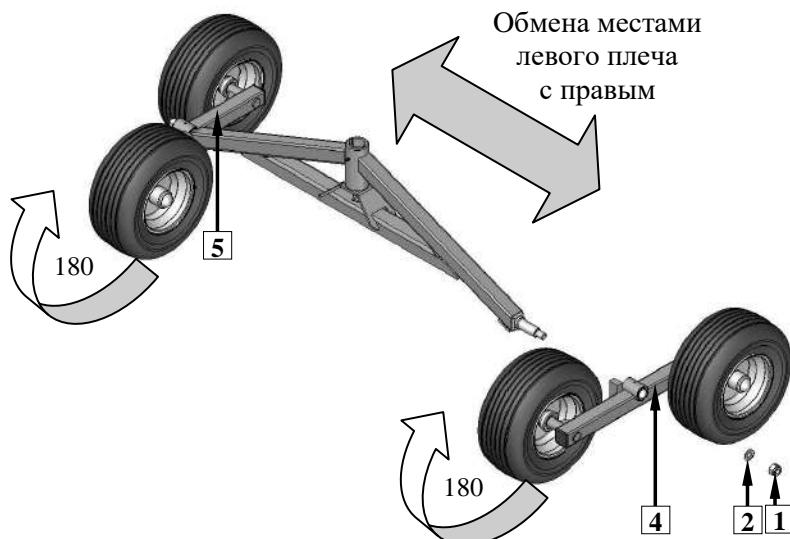

Рис. 22. Увеличение высоты сгребания при помощи ходовой тележки
- На торфяных лугах существует возможность увеличить расстояние между сгребающими пальцами и землей за счет переустановки плечей колес ходовой тележки. Открутить гайку (1) и снять подкладку (2), плечо переднее (3) выдвинуть и повернуть о 180°. Плечи левые (4) правые (5) повернуть о 180° и заменить местами (**Рис. 22**),